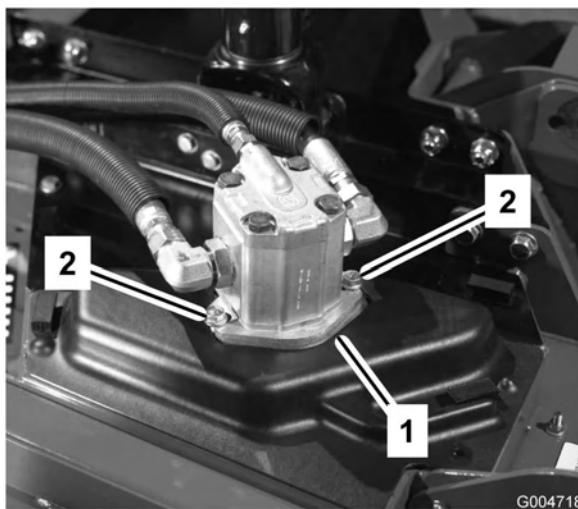

Figura 66
- Retire os parafusos que fixam o motor hidráulico à unidade de corte (Figura 66). Levante o motor da unidade de corte e coloque-o na zona superior da unidade de corte.